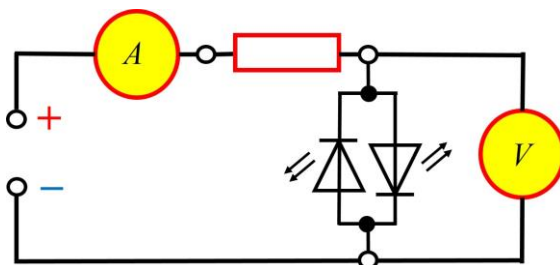
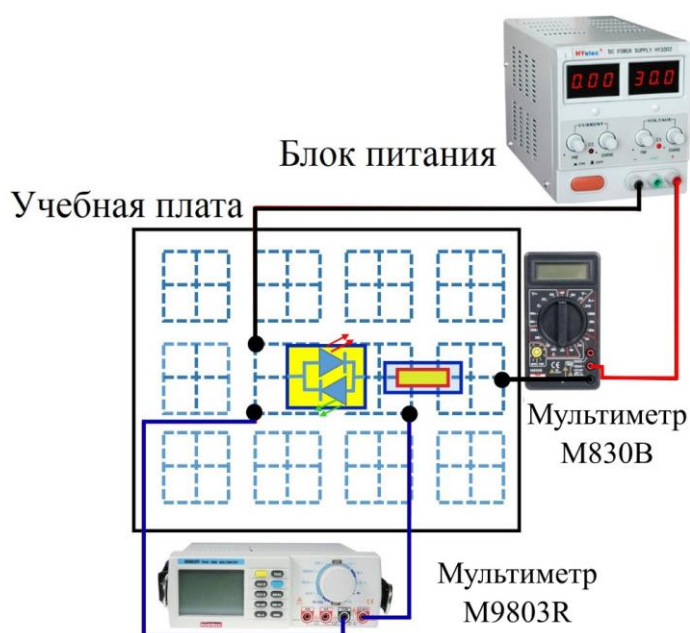

Рис. 3.12. Схема для измерения вольтамперной характеристики светодиода.
Рис. 3.13. Блок-схема соединения элементов схемы для выполнения упражнения 3.
два светодиода, подключенных параллельно, навстречу друг другу (**размещены в одном корпусном модуле**). В этом случае проводятся измерения только положительной ветви ВАХ двух светодиодов (рис. 3.12).
1. Соберите схему для измерения ВАХ (рис. 3.12). Блок-схема соединения элементов представлена на рис. 3.13. Дополнительный резистор $R = 6,8 \text{ кОм}$, включенный последовательно со светодиодами, необходим для ограничения максимальной силы тока, что позволяет подавать на схему любое напряжение от -15 до $+15 \text{ В}$. При непосредственном подключении светодиода к источнику тока он может сгореть. Наличие такого ограничительного сопротивления обяза-
9. Рассчитайте силу тока в цепи на рис. 3.13, если $R = 6,8$ кОм.